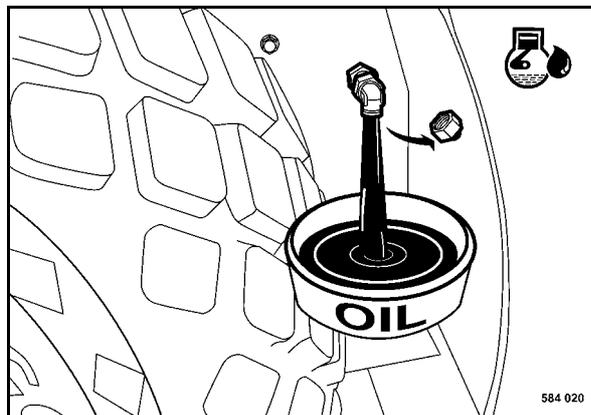

Рис. 140
- Выкрутить сливную пробку (Рис. 140) и соб-